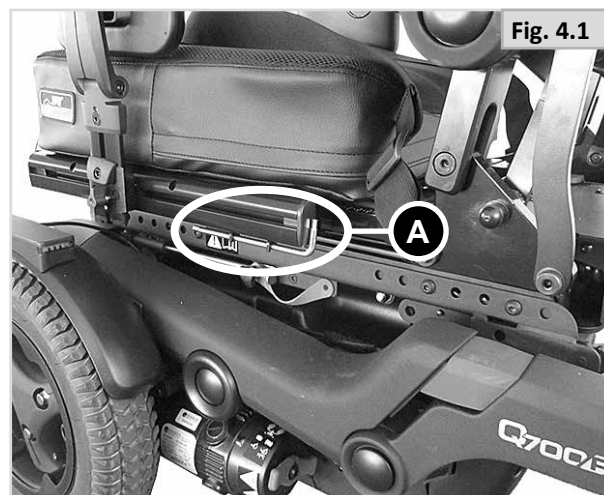

Fig. 4.2
- La largeur du siège est indiquée par l'échelle de mesure le long de chaque rainure (Fig. 4.2).